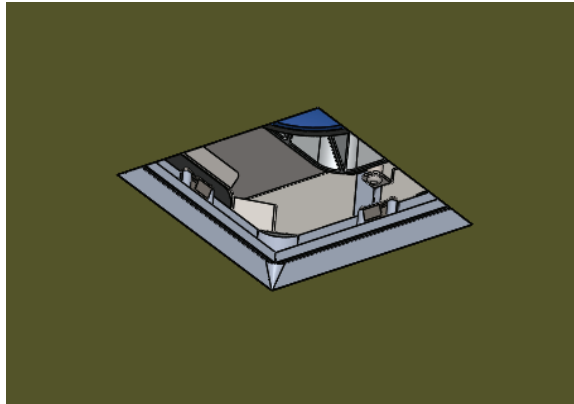

fig. 10
1. Appliquez une mince couche de composé à joint sur le bord de l'ouverture du cadre. (Pour les versions encastrées sans bride, recouvrez la bride mais pas le dispositif de retenue.) Pour de meilleurs résultats, talochez entièrement le plafond (voir la fig. 10).